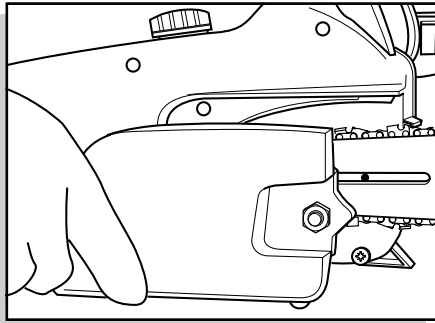

fig. 1
- Solte a porca e retire a caixa de cobertura da corrente (fig. 1).